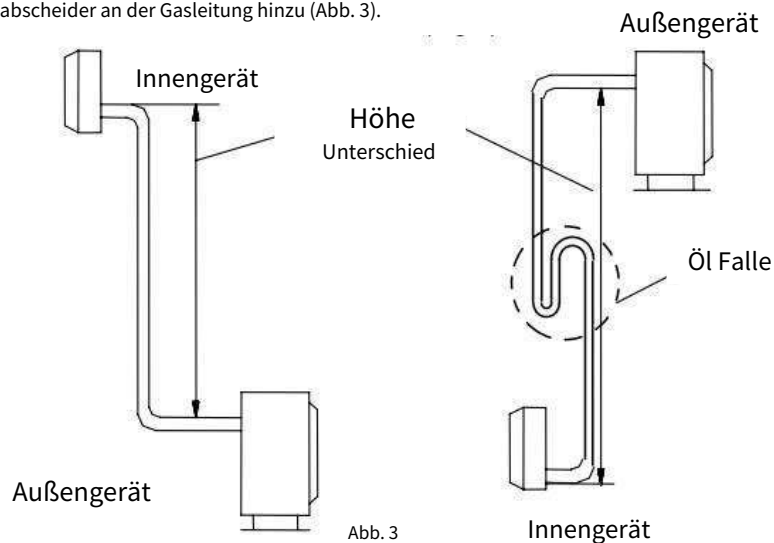

Abb. 3
- Wenn die Installationsposition des Außengeräts höher als die des Innengeräts ist und die Leitung länger als 10 m ist, fügen Sie alle 8 m einen Ölabscheider an der Gasleitung hinzu (Abb. 3).